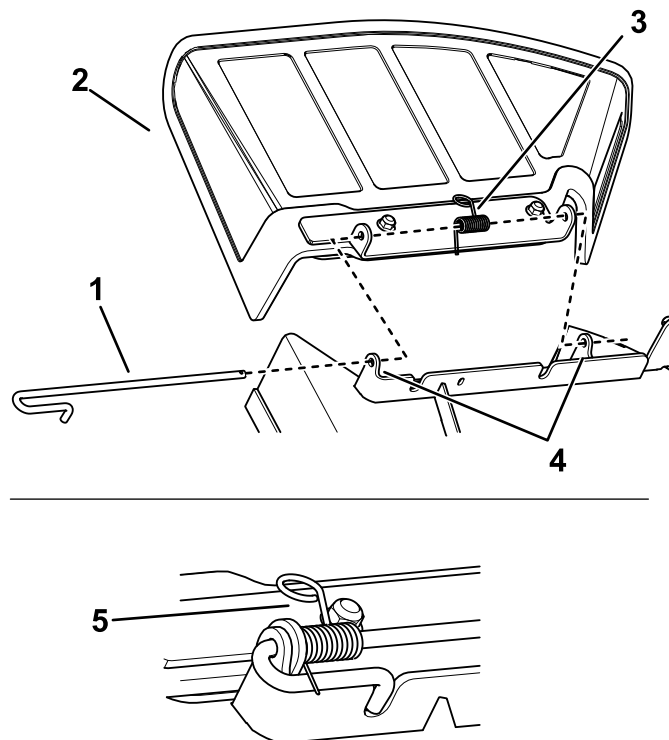

Figure 76
1. Désengagez le ressort et sortez la tige des supports soudés du tablier, du ressort et du déflecteur d'éjection (Figure 76).
3. Positionnez le nouveau déflecteur d'éjection en plaçant les extrémités du support entre les supports soudés du tablier et installez la tige et le ressort, comme montré à la Figure 76.
- Placez l'extrémité de la tige dans l'encoche du support (Figure 76).